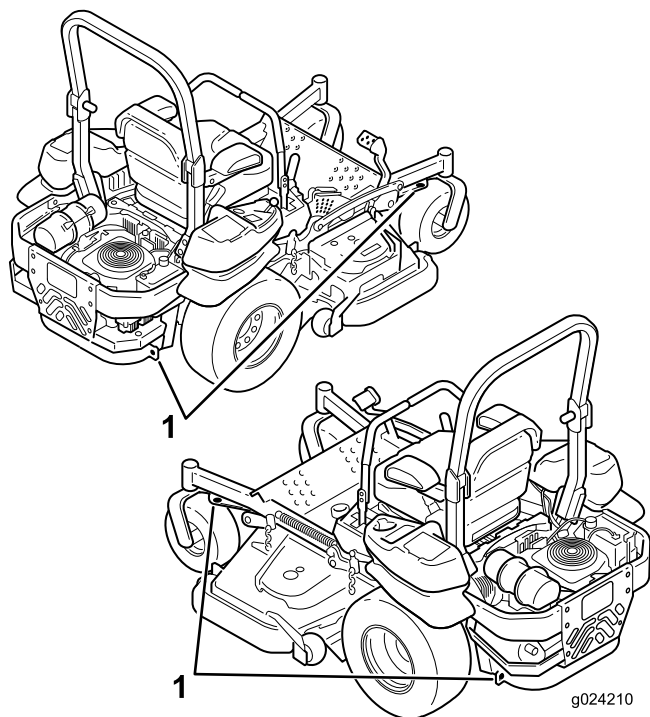

Figure 34
5. Servez-vous des points d'attache en métal de la machine pour arrimer solidement la machine sur la remorque ou le véhicule utilitaire avec des sangles, des chaînes, des câbles ou des cordes (Figure 34).